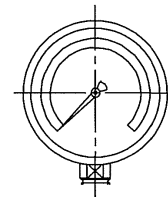

図11.
7. 3. 圧力計と圧力計取付金具(図11. 図12. 参照)